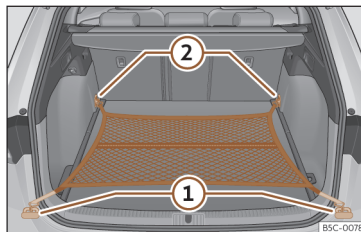

Fig. 186 En el maletero: bolsa de red enganchada a ras del suelo.
- Fije los ganchos de la red en las argollas de amarre >>> **fig. 186** ① y ② >>> . La cremallera de la bolsa tiene que quedar hacia arriba.